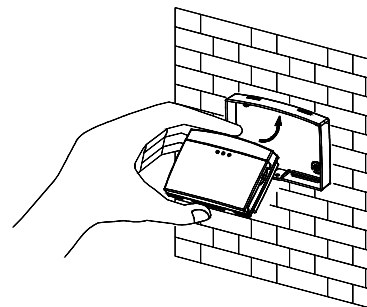

Fig. 3
Connecter la pile et la placer dans son compartiment. Refermer le capot et replacer le clavier dans son support de fixation en débutant par les ergots supérieurs (Fig.3). **Inutile de serrer trop fort, vous risquez de fêler le capot de pile.** Serrer la vis de montage. Votre clavier peut être pris en mains ou posé sur une table afin de procéder à sa programmation.
4. Replacer votre clavier en insérant d'abord les ergots supérieurs et la vis de montage (Fig. 3). Attention aux déclenchements intempestifs ou recomposer votre code administrateur deux fois.